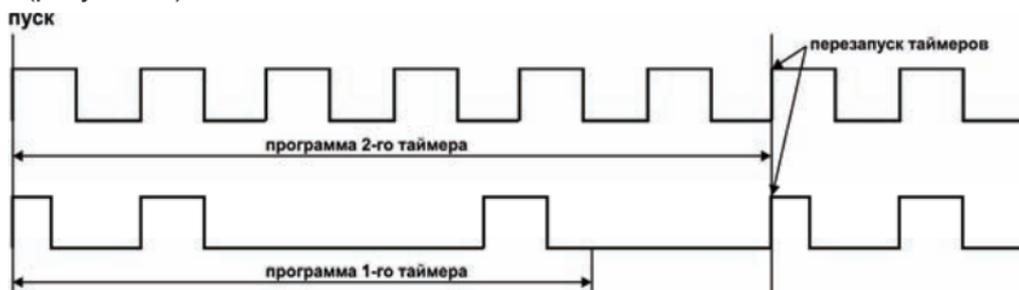

Рисунок 17
3.1.6.4 При « $rEst$ »=3 оба таймера перезапустятся после окончания выполнения программы таймера 2 (рисунок 17).